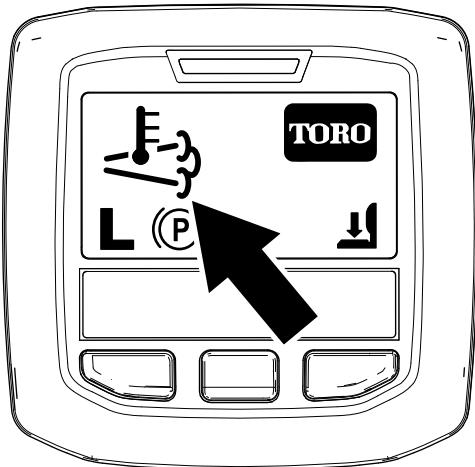

Figura 45
escape aparece en el InfoCenter (Figura 45).
- El ícono de temperatura alta de los gases de escape aparece en el InfoCenter (Figura 45).